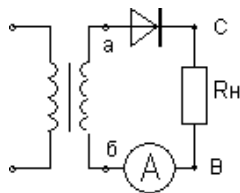

Рисунок 1
1. Ознакомиться со схемой однополупериодного выпрямительного устройства рисунок 1.
2. Исследовать однополупериодный выпрямитель, с этой целью собрать схему рис.1, в точках а и б; с и в снять осциллограммы, замерить амплитуды напряжений и ток в нагрузке, рассчитать сопротивление нагрузки.